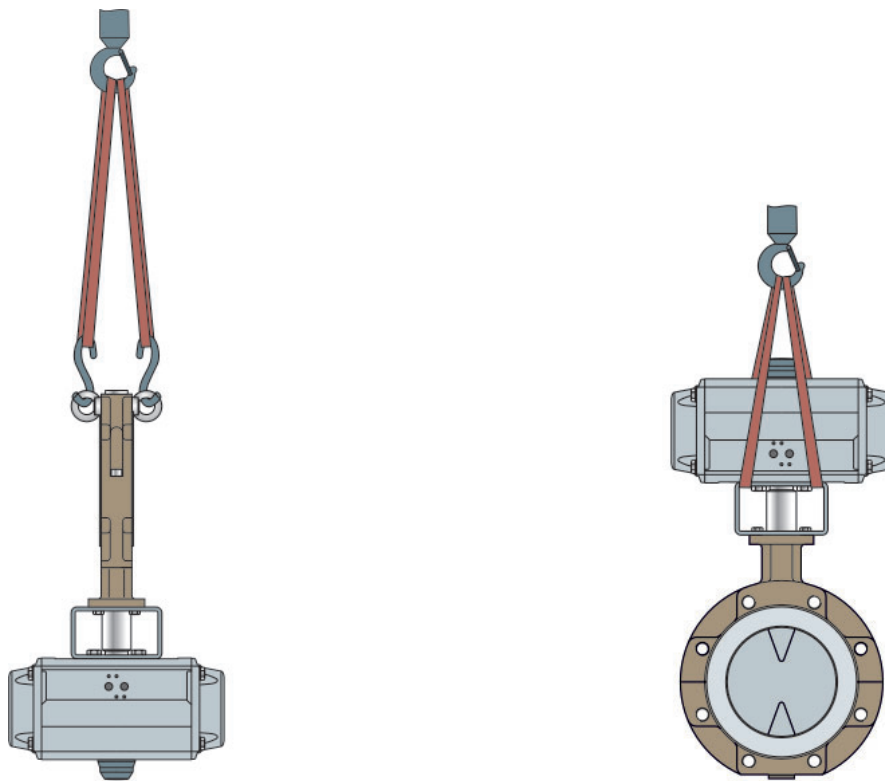

Bild 4-1: Hebepunkte der Klappe BR 10e
- ⇒ Als Tragmittel einen Haken mit Sicherheitsverschluss verwenden, damit die Anschlagmittel beim Heben und Transportieren nicht vom Haken rutschen können, vgl. Bild 4-1.
- ⇒ Je eine Hebeschlinge am Tragmittel (z. B. Haken) des Krans oder Gabelstaplers anschlagen, vgl. Bild 4-1.
- ⇒ Je eine Hebeschlinge an der Konsole und am Tragmittel (z. B. Haken) des Krans oder Gabelstaplers anschlagen, vgl. Bild 4-1. Dabei die Sicherheit, Tragfähigkeit und Länge der Hebeschlingen beachten.